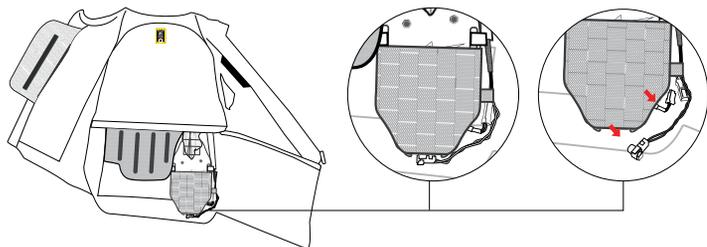

Рисунок 12
2. Открыть корпус инфлятора (4) и отсоединить от инфлятора кабель, соединяющий батарею и разъем быстрого пускателя (Рисунок 12).